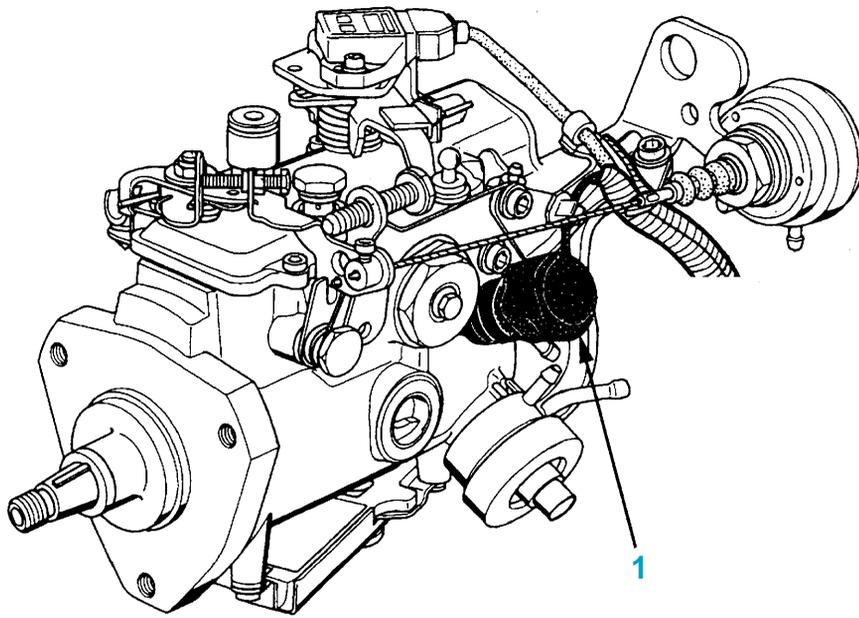

fig. Mot. 42
- Déposer du connecteur de pompe 10 voies les deux cosses concernant l'électrovanne d'avance (fig. Mot. 42).
- Déposer le chapeau de protection sur l'électrovanne (1) (fig. Mot. 42).